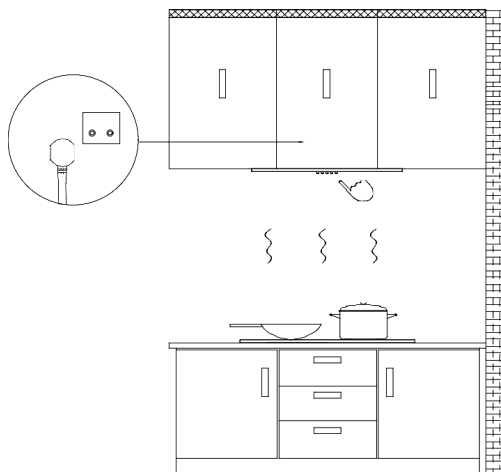

Рисунок 10
8. Подключите прибор к электросети и включите/выключите LED лампочку, для проверки работоспособности прибора. (см. рисунок 10)